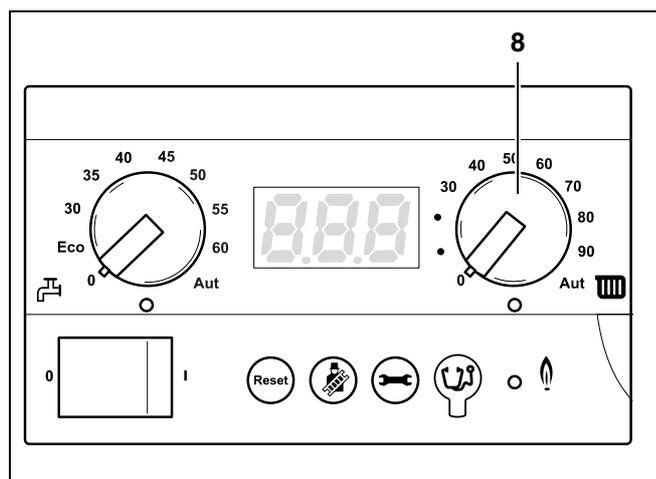

Abb. 8 Basiscontroller BC10
- Am Drehknopf für maximale Kesselwassertemperatur (Abb. 8, Pos. 8) die gewünschte Temperatur entsprechend Tab. 5, Seite 10 einstellen.
- Begrenzen Sie die maximale Kesselwassertemperatur mit dem Drehknopf für maximale Kesselwassertemperatur (Abb. 8, Pos. 8) auf die zulässige Vorlauftemperatur des Fußbodenheizkreises (z. B. 30 – 40 °C).